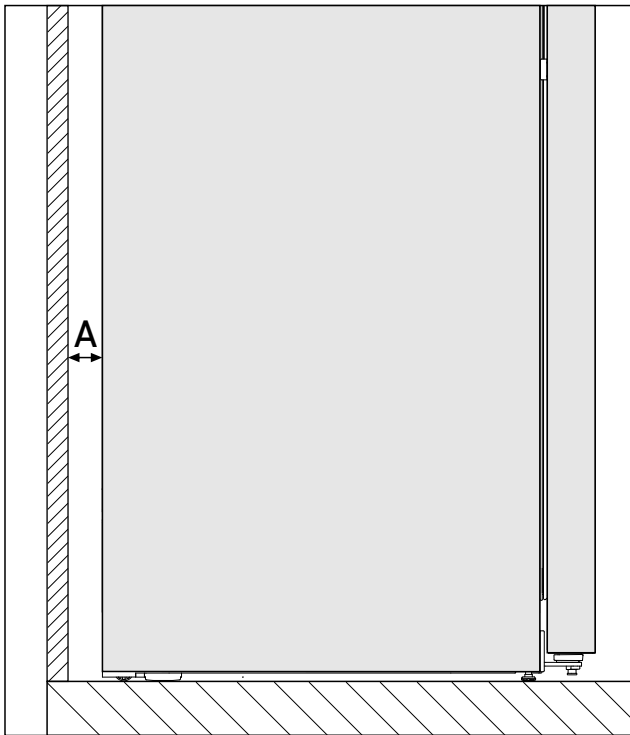

Fig. 3*
Az energiafogyasztás megállapítása a készülék hátoldala és a fal közötti Fig. 3 (A) távolság mellett történt. Ha a faltól való távolság kevesebb mint Fig. 3 (A), az nincs hatással a készülék működőképességére, viszont ha túl csekély a faltól való távolság, az kis mértékben megnöveli a készülék energiafogyasztását.*